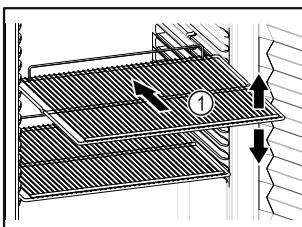

Fig. 63 Примерное изображение
- ❑ Если имеются решетчатые полки Fig. 63 (1), отрегулируйте высоту их установки.